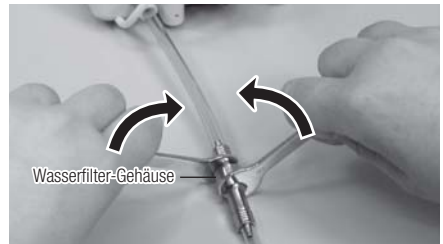

Abb. 25
- 1) Schließen Sie das Wasserventil Ihrer Behandlungseinheit, an die Ihr PRESTO AQUA II angeschlossen ist. Setzen Sie zwei Spanschlüssel (5 x 8) an den Filter an (Abb. 25) und drehen Sie diese, wie in der Abbildung gezeigt. Wenn sich der Wasserschlauch dadurch verdreht, bringen Sie ihn wieder in die richtige Position, sodass das Schlauchende an der Steuereinheit wieder gerade ist.